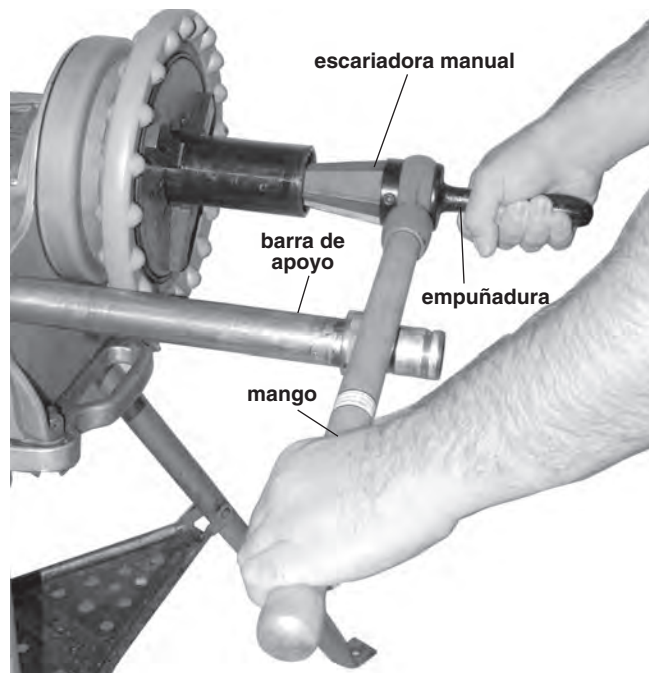

Figura 6 – Escariado de tubos con escariadora manual
4. Pose el mango en la barra de apoyo izquierda (*Figura 6*) y sostenga la empuñadura con su mano derecha. Sus dedos no deben tocar la zona donde hacen contacto la escariadora y la barra de apoyo. Pueden sufrir pellizcos.